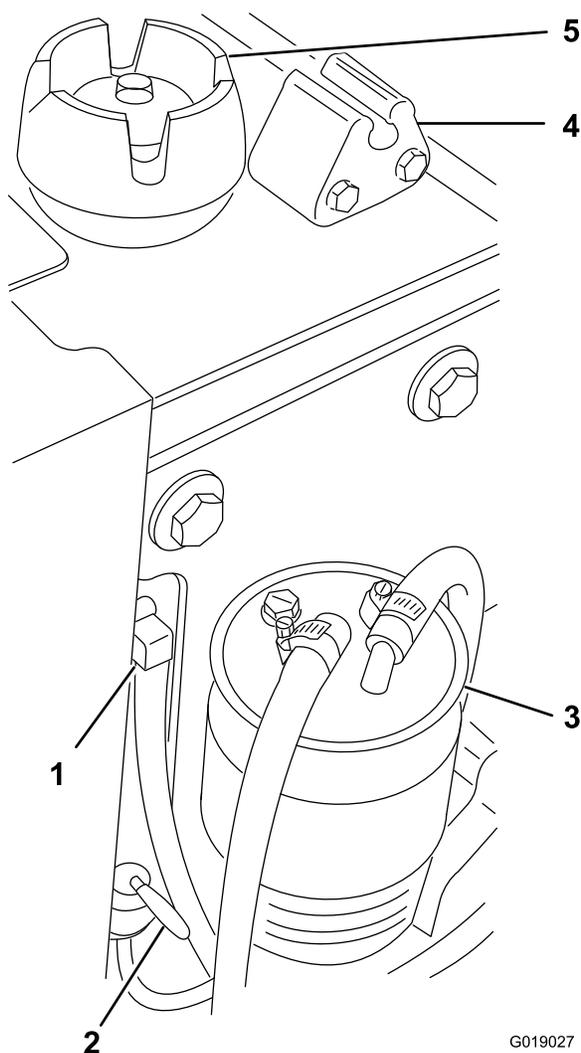

Figure 24
4. Retirez l'ensemble bouchon de réservoir de carburant et capteur (Figure 24).
6. Remettez en place l'ensemble bouchon de réservoir de carburant et capteur (Figure 24).